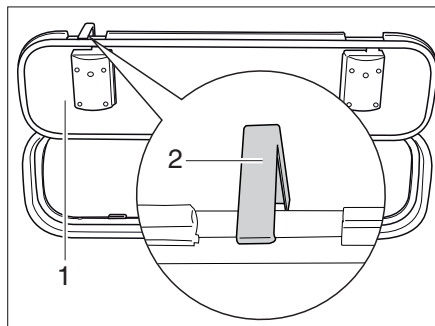

Fig. 56 Gancho de retención trampilla exterior
- Abrir la trampilla exterior (Fig. 56,1) y girar el gancho de retención (Fig. 56,2) hacia arriba en la pared del vehículo.
- Empujar el gancho de retención (Fig. 56,2) hacia arriba.